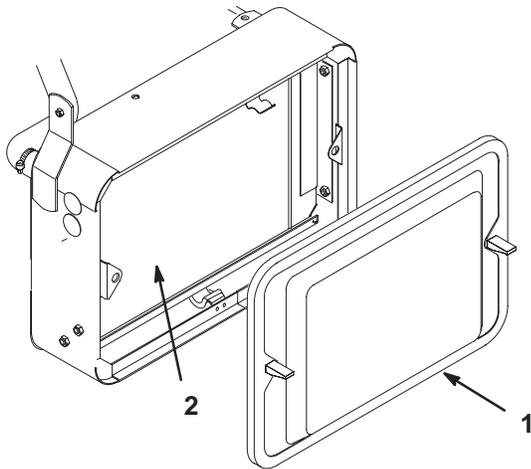

Bild 36
1. Entfernen Sie das Gitter (Bild 36).